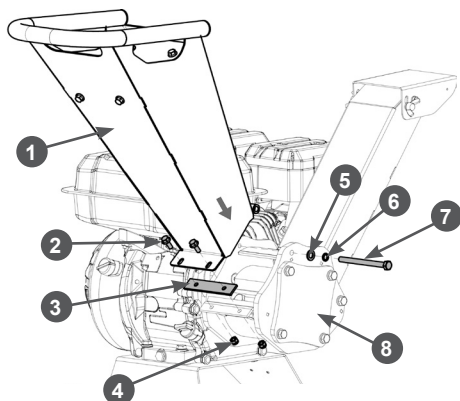

Рис. 7. Установка загрузочной воронки
- совместите отверстия в трубке на верхней стенке воронки 1 с отверстиями для болта на корпусе 8 измельчителя, вставьте болт (7) М8х120 с установленными на нем пружинной шайбой 6 и шайбой 5, после чего закрутите болт 7 (Рис. 7);
- опустите воронку 1 вниз, установите между корпусом 8 измельчителя и воронкой резиновую прокладку 3 и окончательно закрепите воронку на корпусе измельчителя с помощью двух болтов (2) М6 с фланцем и двух самостопорящихся гаек (4) М6 с неметаллической вставкой (Рис. 7).